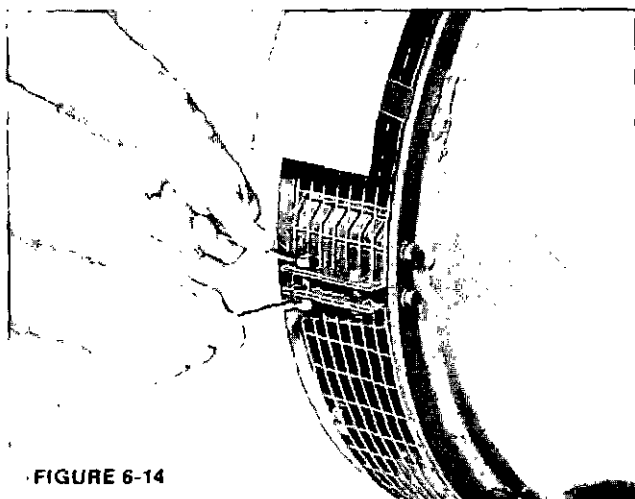

FIGURE 6-14
2. Si la grille de protection est toujours en place, dévisser les vis la fixant sur la flasque côté accouplement ou sur la bride SAE et l'enlever. (Figure 6-14.)